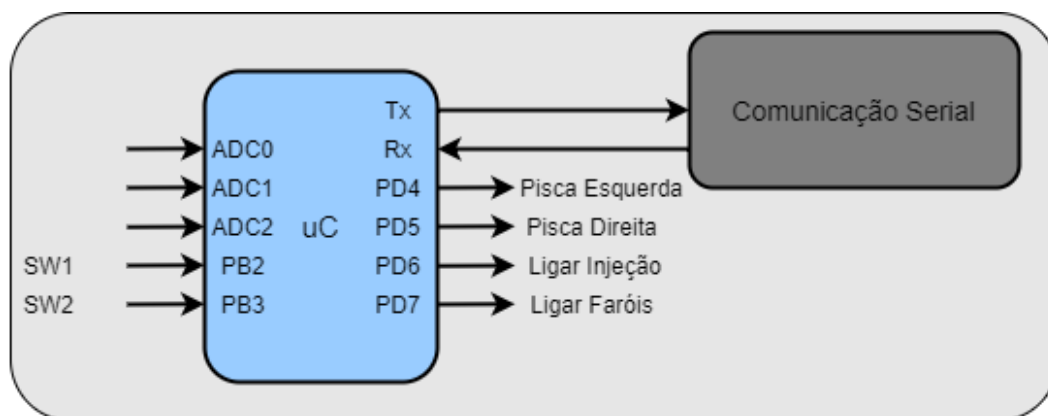

Figura 3: Conexões do uC
2. Nesta segunda etapa devem ser desenvolvidas as entradas e saídas de dados digitais do uC. Para isto observem a Figura 3 que ilustra todos os dispositivos que estão interligados com o uC. Nesta Figura, é possível observar o sinal de Comunicação Serial, Pisca, Sinais de controle (Injeção e Motor) e Sinais de entrada dos Botões.